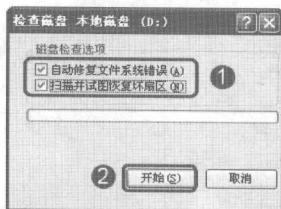

图 8-3 “检查磁盘 本地磁盘 (D:)”对话框
步骤③ 在弹出的“检查磁盘 本地磁盘 (D:)”对话框中选中“自动修复文件系统错误”和“扫描并试图恢复坏扇区”复选框(如图 8-3 所示),然后单击“开始”按钮开始检查。